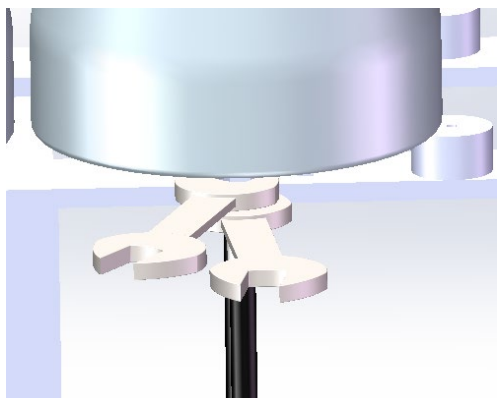

图 1
- 1) 用 2 把 22mm 开口扳手将与接头组件相接的高压水管取下(扳手固定高压水管的金属接头，另一只扳手松卡套螺母，如下图 1 示)，并拔开产水（透析液）软管；